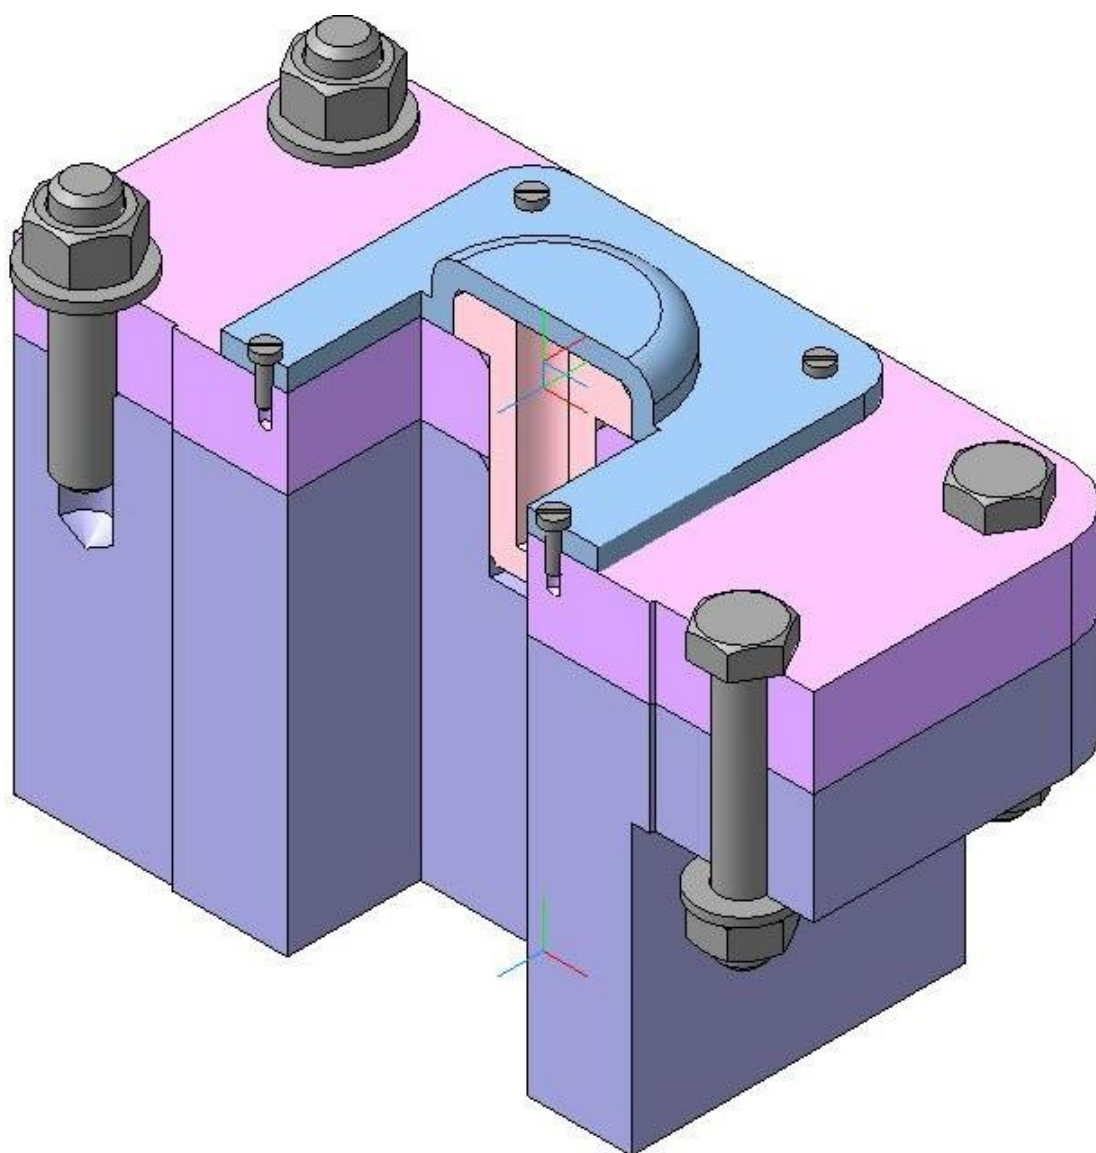

Рис. 2
6. Выполните полезный ступенчатый разрез, рис. 2.